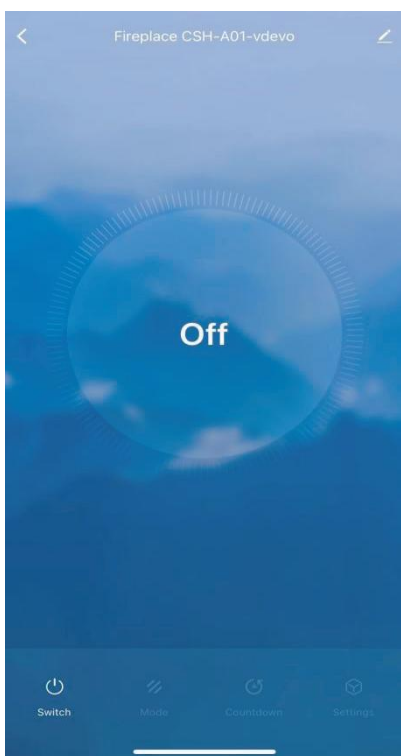

figura 6
1. È possibile utilizzare il dispositivo tramite cellulare in ambiente WIFI o 4G LTE. Accedere all'interfaccia principale del dispositivo e visualizzare Switch, Mode, Countdown e Settings come mostrato nella figura 6.